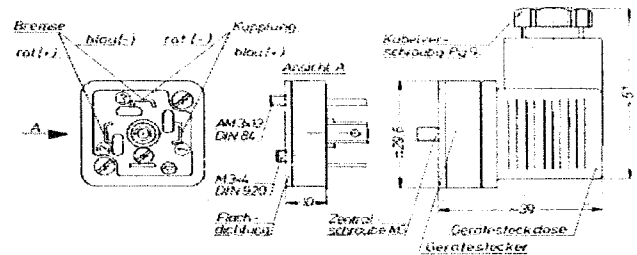

Bild 2
Der elektrische Anschluß erfolgt über Gerüstestecker und -steckdose nach DIN 43 650 (Bild 2). Die Kabelverschraubung Pg9 läßt einen maximalen Kabeldurchmesser von 8 mm zu. Zur Vermeidung von zusätzlichem Verschleiß und Erwärmung der Kupplung bzw. der Bremse empfehlen wir, wenn möglich, ein verzögertes Einschalten von Kupplung bzw. Bremse.
Die Kupplungs-Brems-Einheit ist vom Hersteller fertig montiert und ist mit 4 Schrauben an den Füßen zu befestigen. Die Anschraubfläche darf max. 0,05 mm uneben sein. Ist die Einheit in Linie mit dem Motor angeordnet, so müssen die beiden Wellenenden mit einer Ausgleichkupplung verbunden werden. Eine Demontage der Kupplungs-Brems-Einheit hat in der Art zu erfolgen, daß nach Entfernung der Gerüstesteckdose der Gerüstestecker zu lösen ist, die Kupplungs-Bremsanschlüsse (siehe Ansicht des Gerüstesteckers Bild 2) abzulöten und die Schrauben (14a + b) zu entfernen sind. Danach kann der Deckel (7a) mit der kompletten Abtriebsseite einschließlich Mitnehmer (5) und den beiden Ankern (4) vom Gehäuse (6) abgezogen werden. Nachdem der Deckel (7b) mit der kompletten Antriebsseite vom Gehäuse (6) abgezogen ist, liegen An- und Abtriebsseite als getrennte Gruppen vor. Durch Lösen des Sicherungsringes (15b) kann die Welle (8b) mit dem Kupplungs-Magnetkörper (3) herausgedrückt werden. Darüber hinaus kann nach Entfernung der Schrauben (13b) das Kupplungs-Magnetgehäuse (2) demontiert werden. Die Montage der Gruppe Antriebsseite erfolgt in umgekehrter Reihenfolge. Die Demontage der Abtriebsseite geht davon aus, daß zunächst die beiden Anker (4) von der Führungsverzahnung des Mitnehmers (5) gezogen werden. Hierbei muß auch der Sicherungsring zwischen den beiden Ankern entfernt werden. Nach Lösen des Sicherungsringes (15a) kann die Welle (8a) mit dem Mitnehmer (5) herausgedrückt werden. Durch Entfernen der Schrauben (13a) kann die gesamte Bremse abgenommen werden. Bei erneuter Montage der Gruppe Abtriebsseite muß in umgekehrter Reihenfolge vorgegangen werden.